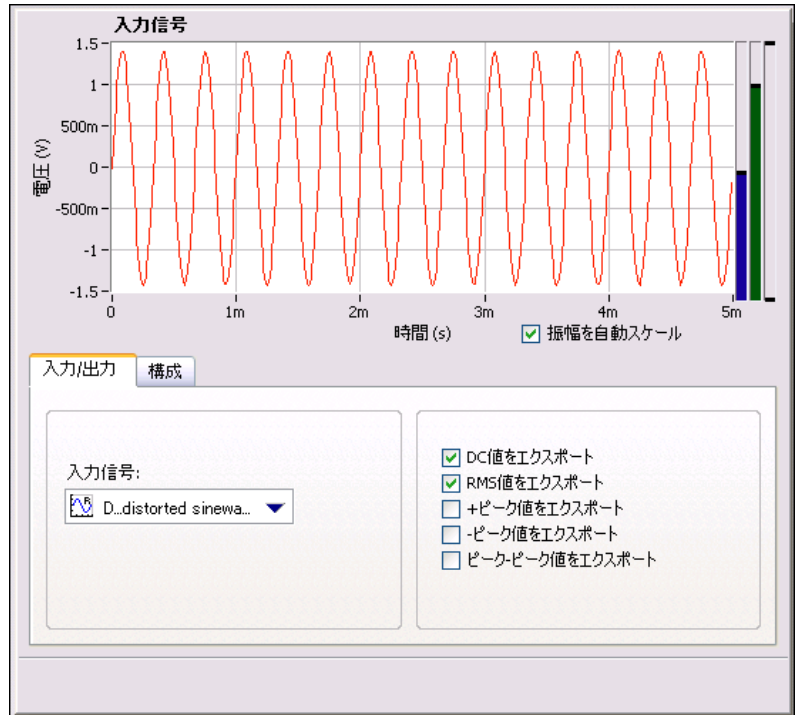

図 2-4 「振幅とレベル」ステップのステップ設定タブ
6. **入力 / 出力**ページを選択すると、図 2-4 のように、このステップで選択できる入出力のリストが表示されます。